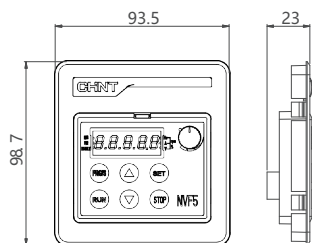
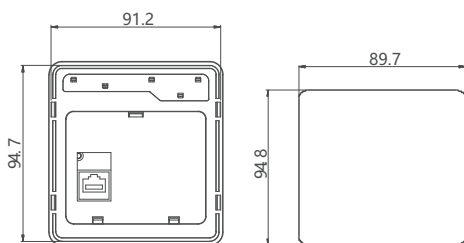

图6-5 托板外形尺寸图
图6-6 柜门开孔尺寸图
b) 第二种情况，显示面板安装在托板上，按照托板尺寸开孔即可，其尺寸如图6-5和图6-6所示：